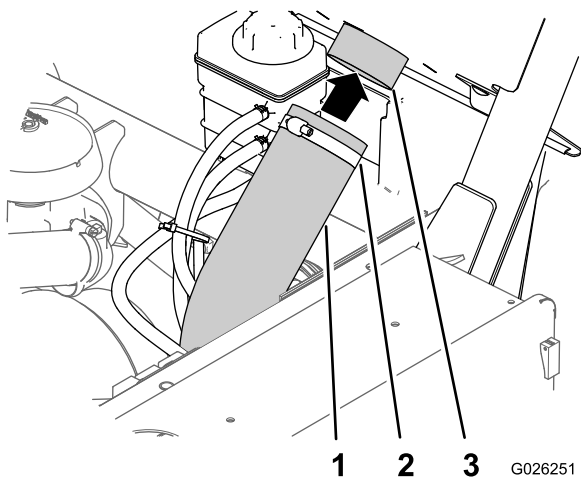

Figura 7
3. Alinhe o tubo de entrada da CVT com o conector do tubo de entrada na parte posterior do painel do ROPS e aperte a abraçadeira (Figura 7).